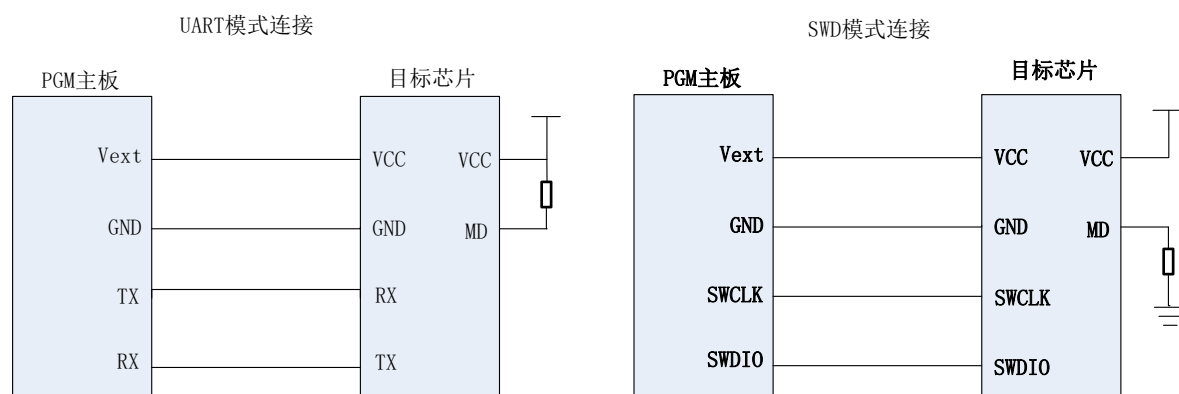

图 7 部分系列连线方法 1
- **HC32L15/HC32F14/HC32M14/HC32L13/HC32F03/HC32L17/HC32L19/HC32L07/HC32F07/HC32F19/HC32F17** 系列芯片的接线方法如图 7 所示。